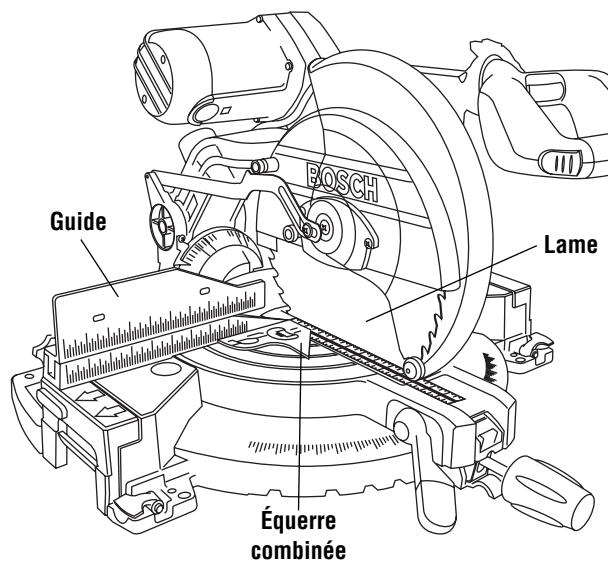

Figure 1. Lame d'équerre par rapport au guide
3. Placez l'équerre combinée contre le guide avec sa branche graduée parallèle à la lame. La branche graduée doit toucher la lame mais pas les dents. Si la lame n'est pas droite contre la branche graduée, suivez la méthode d'alignement du guide (Figure 1).